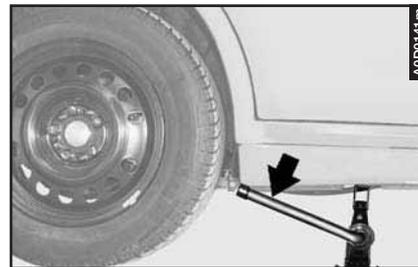

fig. 20
– Abbassare la vettura ed estrarre il cric (**fig. 20**).